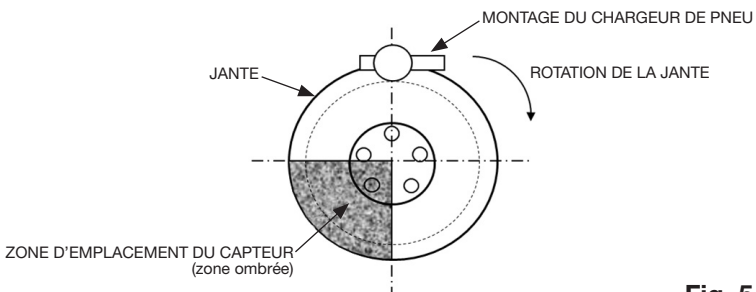

Fig. 5
1. Fixez le pneu sur le chargeur de pneu après avoir défini l'emplacement de la jante de manière que le capteur TPMS soit posé dans la zone d'emplacement conformément à l'indication ci-dessous. (voir Fig. 5)